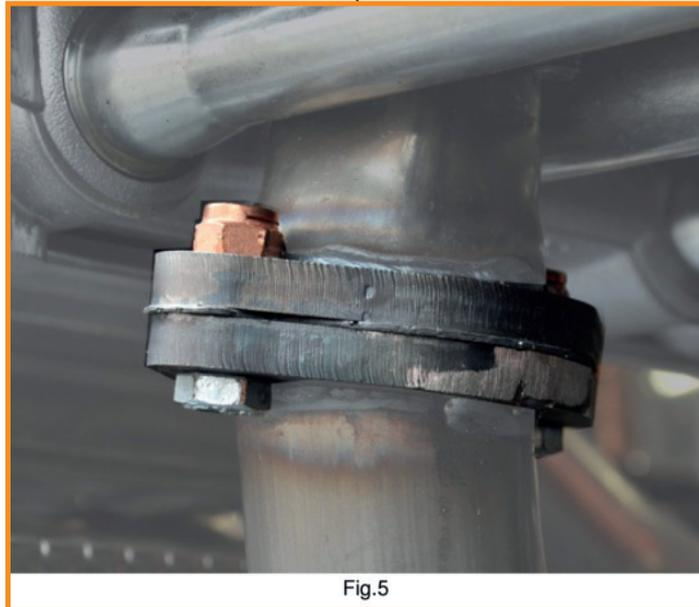

Fig.5
- Make sure you use a gasket between every flange connection. (see Fig. 5)
- Achten Sie darauf, dass sich zwischen dem jeweiligen Flansch von Rohrstutzen und Fächerkrümmer eine Dichtung befindet (Fig. 5).